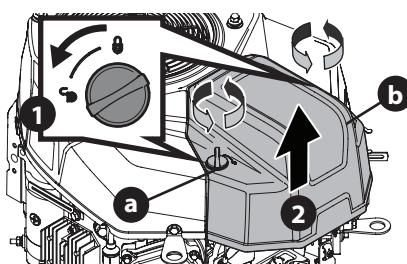

Figure 8
1. Dévissez et retirez les vis de serrage (a) (Figure 8).